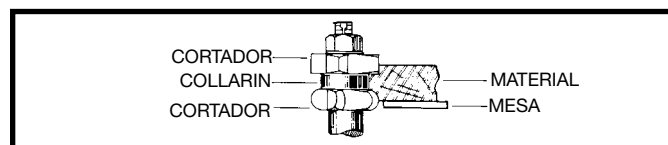

Fig. 45
4. El método que coloca el collarín entre los cortadores, ilustrado en la Fig. 45, tiene las dos ventajas ofrecidas por los primeros dos métodos y se utiliza con frecuencia en donde ambos bordes del material van a ser limados.